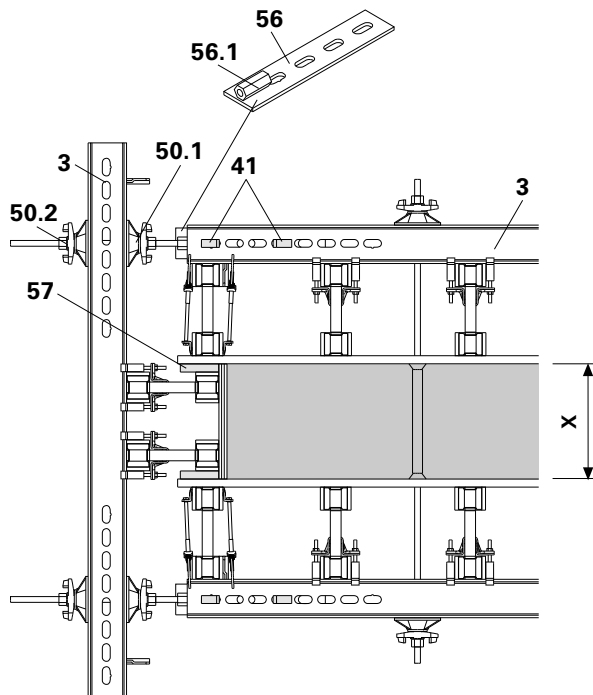

Fig. B9.02
1. Colocar la regleta (11) en las correas SRZ (3) del módulo.
2. Golpear con martillo sobre cuñas KZ (41) para que la regleta lateral resista tracción y compresión.
5. Colocar el módulo de tape preparado contra la tabla de tope (57).
6. Soltar la tuerca mariposa con placa articulada exterior (50.2) y ajustar el módulo de tape. (Fig. B9.02)